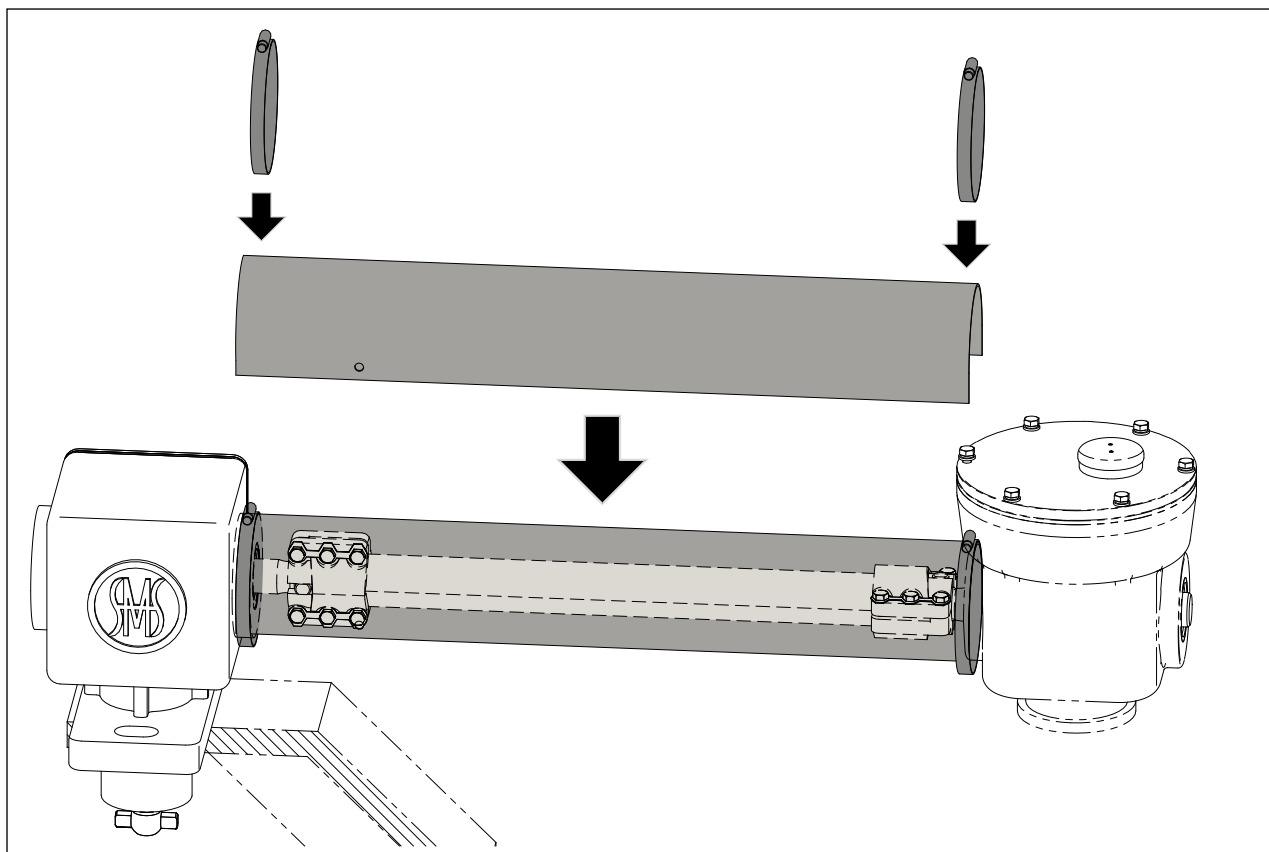

图 8-9 安装水平防护罩
2. 将防护罩置于圆齿轮盒与伞齿轮盒的安装面上，滑动卡箍至安装面并紧固（见图 8-9）。